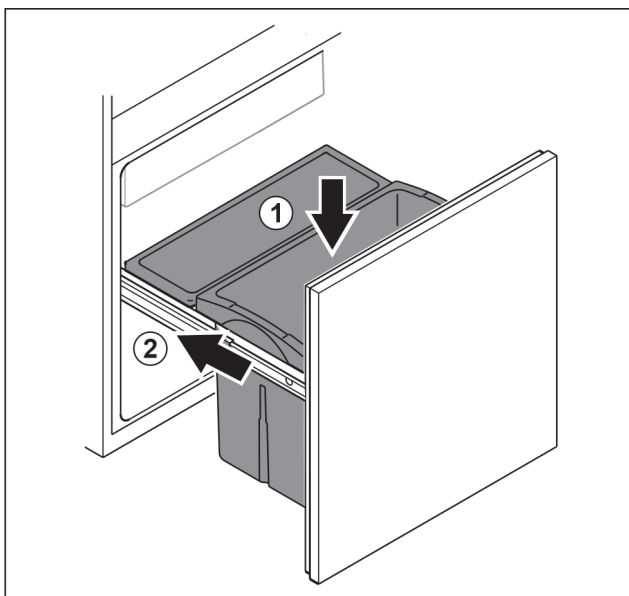

Fig. 102
- ▶ Schubfach von oben einsetzen. Fig. 102 (1)
- ▶ Auszugswagen einschieben. Fig. 102 (2)